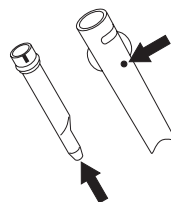

Figure 23
- Vérifiez que les deux orifices (indiqués par les flèches dans la figure 23) ne sont pas bouchés. Le cas échéant, nettoyez-les à l'aide d'une aiguille.